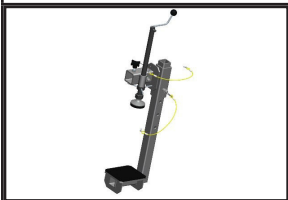

Bild 11
- MOTVIKTSTRUCK: A2305-07 (se bild 11)